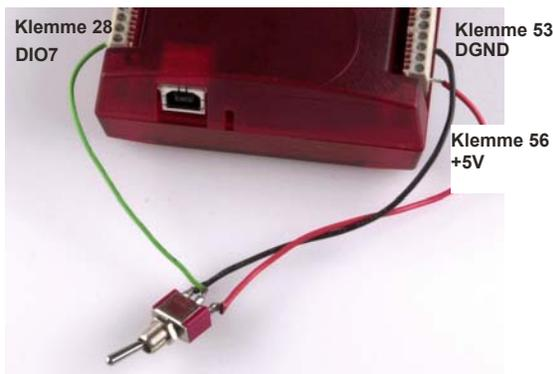
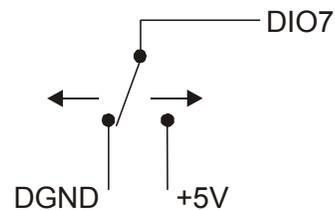

Abb. 3-4. Erkennung eines Schalterstatus durch DIO7
Abb. 3-5. Schematische Darstellung der Statuserkennung durch DIO7
Wenn sie als Eingang konfiguriert sind, kann darüber der Zustand der TTL-Eingänge überwacht werden. In Abbildung 3-4 finden Sie die entsprechende Schaltung und in Abbildung 3-5 eine schematische Darstellung. Wenn Sie den Schalter auf den Eingang +5 V USER legen, liest Anschluss **DIO7 WAHR** (1). Wird der Schalter auf DGND gestellt, liest **DIO7 FALSCH** (0).